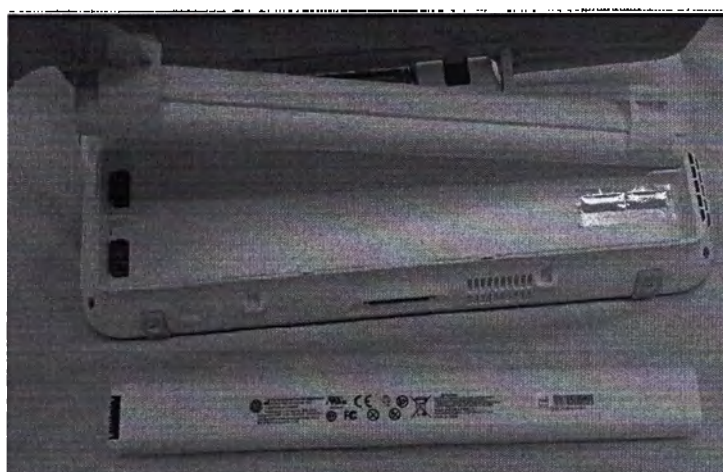

Рис. 3-7. Извлечение второго аккумулятора
8. Извлеките второй аккумулятор аналогичным образом (Рис. 3-7).